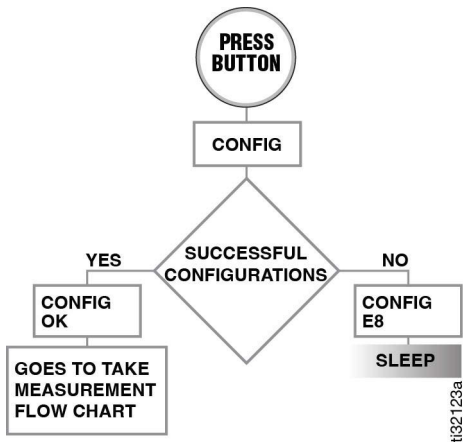

ABB. 4
1. Drücken Sie die Display-Taste (A) erneut, um den TFW mit einem neuen Profil zu konfigurieren.
2. Das Display zeigt KONFIG OK an, wie in ABB. 4, Seite 6, nachdem der TFW mit dem neuen Profil konfiguriert wurde.
Wenn der TFW von der Pulse-Software nicht mit einem neuen Profil konfiguriert wurde, erscheint die Fehlermeldung KONFIG E8 (Schritt 2, ABB. 4).